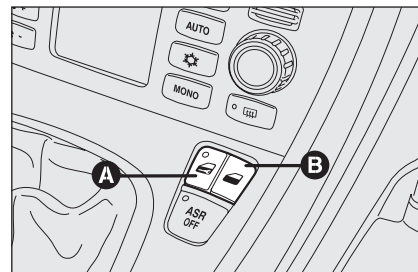

рис. 15
- кнопки **A** и **B** для блокировки /разблокировки дверей **рис. 15**;